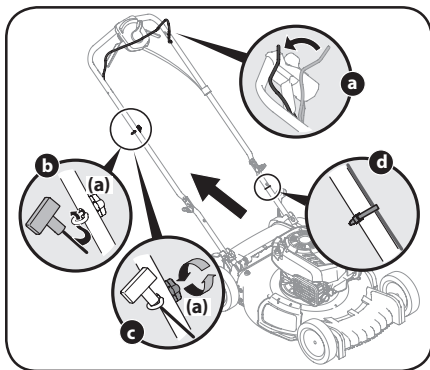

Figure 2-6
- Le guide-câble est fixé sur le côté droit de la poignée supérieure. Desserrez l'écrou papillon (a) qui fixe le guide-câble à la poignée. Voir Figure 2-6.